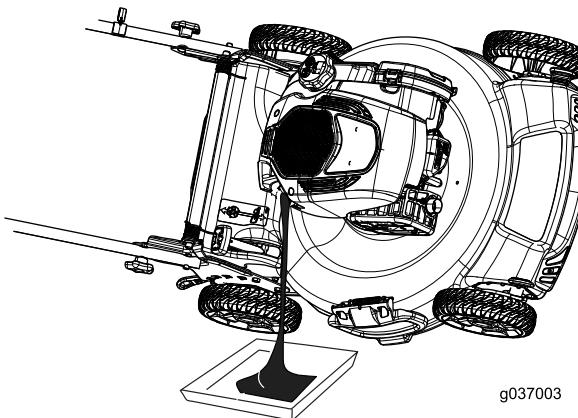

Figura 35
4. Inclinate il tosaerba sul fianco, con il filtro dell'aria in alto, per scaricare l'olio usato attraverso il tubo di riempimento (Figura 35).